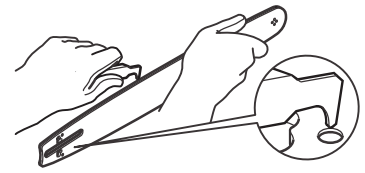

Fig. 47
3. Compruebe el engranaje de transmisión (21). Si está desgastado o dañado debido al esfuerzo, deberá sustituirlo un centro de servicio autorizado o una persona cualificada.
4. Limpie los residuos de los raíles de la espada (11) con un destornillador, una espátula, un cepillo de alambre u otra herramienta similar. Esto mantendrá abiertos los conductos de aceite para suministrar la lubricación adecuada a la espada (11) y a la cadena (10) (Fig. 47).